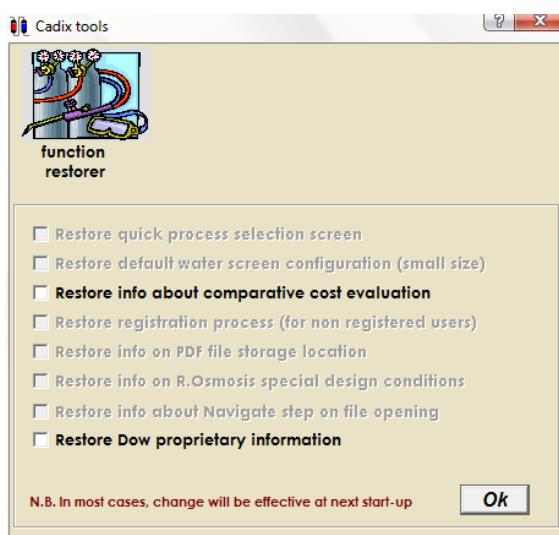

Figura 5.61: Ventana de la función restauradora
- “Function restorer”: función restauradora, dentro de ésta opción hay diferentes funciones que se pueden restaurar (figura 5.61), se selecciona las funciones que se quieran y seguido presionar en “Ok” para confirmar y salir de la ventana, en la mayoría de los casos los cambios se efectuarán al volver a iniciar el programa.